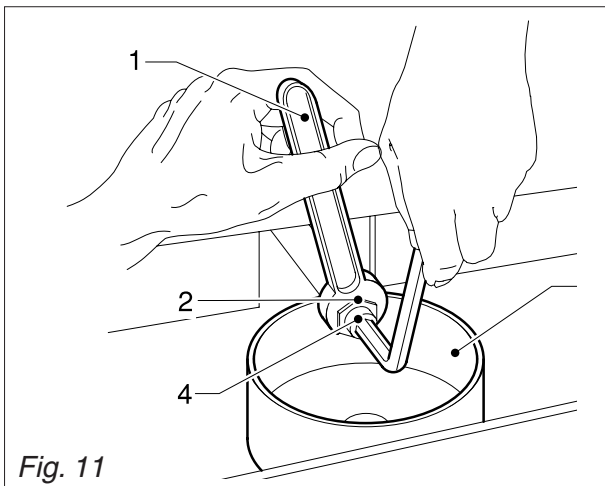

Fig. 11
8.2. Cómo se prepara el “capuchino” (Fig.11) (excluido mod. DE/H TS)